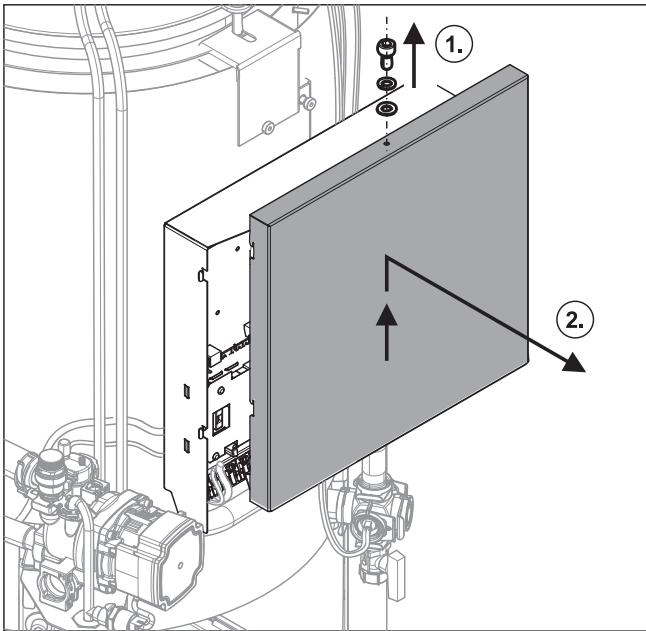

Bild 4-10 Kesselschaltfeld öffnen
- 4 Frontblende des Kesselschaltfelds abnehmen (Bild 4-10).